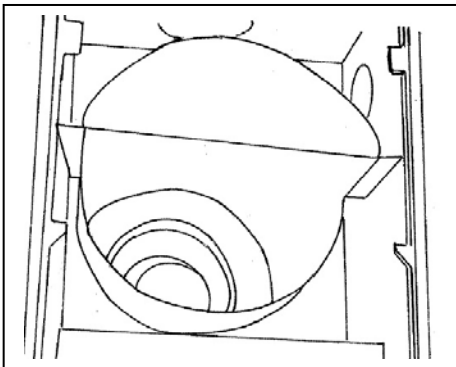

Bild 7
- Staublech nach oben herausziehen und gegebenenfalls Russablagerungen dahinter entfernen (Bild 7).